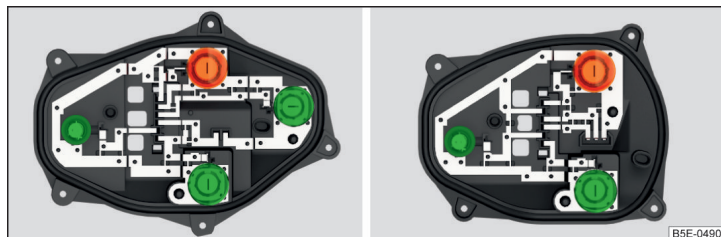

Fig. 228 Parte interior de la lámpara: lámpara ambiente / lámpara con diodos LED
- Gire la bombilla respectiva » fig. 228 hasta el tope en **sentido contrario** al de las agujas del reloj y extraígalas del portalámparas.